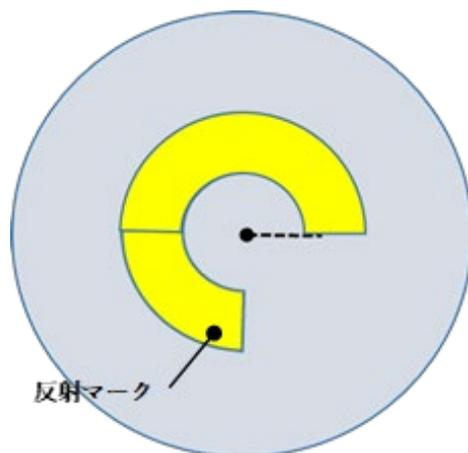

図 3
回転速度の上限は無限に拡大できるわけではありません。例えば図3のように、回転中心からの距離も短く（ $1/2r$ ）、反射マークも $3/4$ 周にわたって連続貼付した場合、①式から求められる回転速度は、約 $90,000\text{ r/min}$ 以上にも達します。ただし、この速度は計測できません。